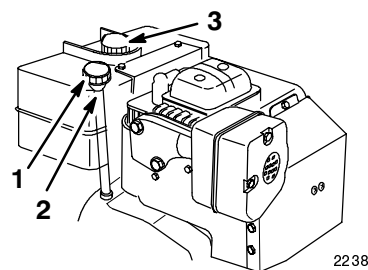

Figure 11
- Nettoyez les abords de la jauge d'huile (Fig. 11).
- Retirez la jauge du carter moteur (Fig. 11).
1. Nettoyez les abords du bouchon du réservoir d'essence (Fig. 11).